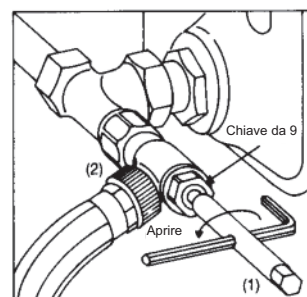

Fig. 6
- 3.4 Avvitare l'attrezzo di carico e scarico (2) sul detentore „Combi 4/3“ e fissare il tubo in gomma (Fig. 6).
- 3.5 Aprire la vite di sfiato sul radiatore. Montare la chiave a brugola da 10 (1) sull'attrezzo di scarico e riempimento (2) e svuotare il radiatore girando in senso antiorario (Fig. 6).